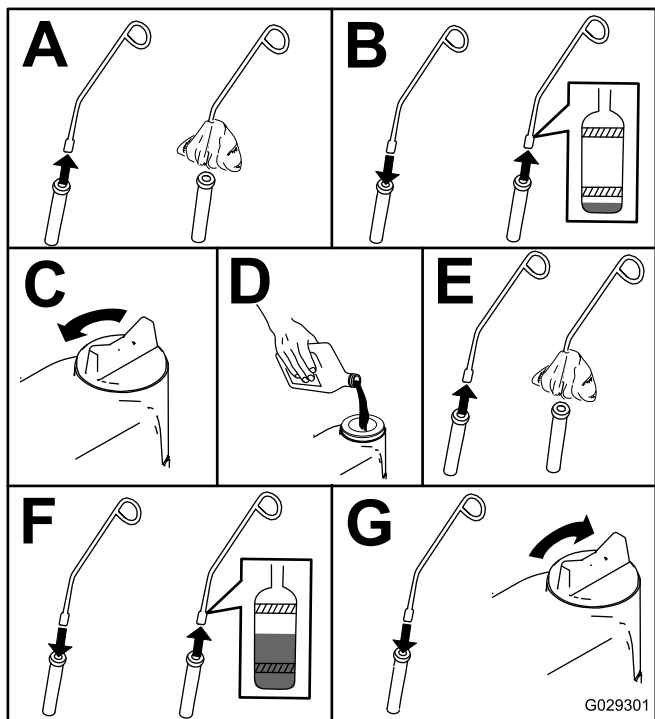

Bild 98
5. Prüfen Sie den Stand des Motoröls, wie in Bild 98 abgebildet.